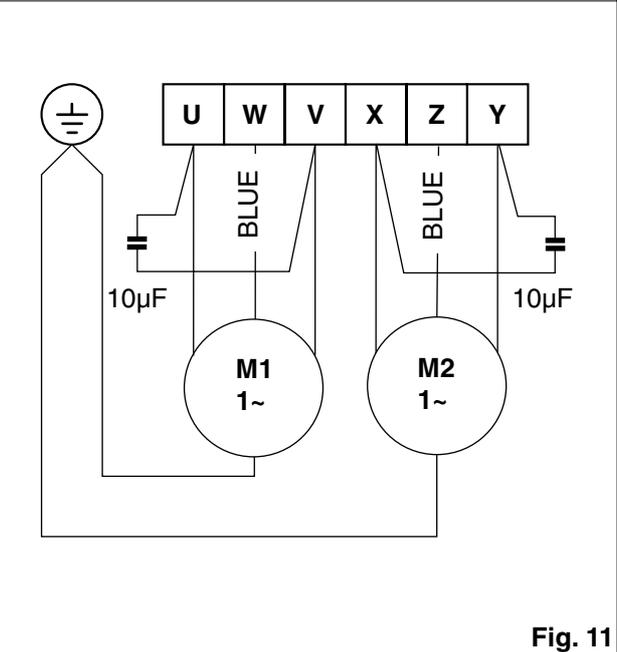

Fig. 11
5.1 Relier les moteurs à l'armoire électrique comme indiqué sur la fig. 11. Pour inverser le sens de rotation, inverser les phases des moteurs (U par V et/ou X par Y).